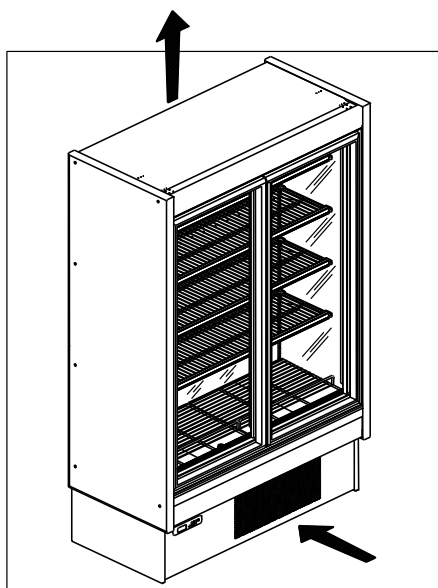

Рис. 10
- Необходимо создать соответствующее пространство с фронтальной стороны для того, чтобы обеспечить циркуляцию воздуха в конденсаторе (Рис.10). Наличие предметов перед защитной решеткой конденсатора может привести к плохому функционированию холодильного прилавка (Рис.6). Если условия окружающей среды не соответствует предусмотренным или же прилавка подвержены воздушному потоку превышающему 0,2 с/сек, или тепловому излучению, то эксплуатационные качества будут более низкими, по сравнению с предусмотренными.